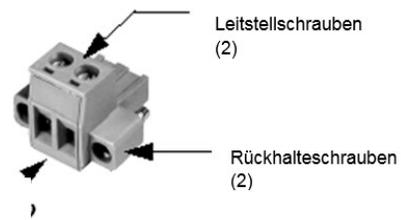

Abbildung 4. DC-Stromanschluss
4. **Primärenergie anschließen.** Der Eingangsstrom muss zwischen 10,0 und 30 Vdc betragen und in der Lage sein, mindestens 2,5 Ampere bereitzustellen. Ein Stromanschluss mit Schraubklemmen wird bereitgestellt (siehe *Abbildung 4*). Entfernen Sie die Isolierung an den Drahtspitzen um 6 mm (1/4 Zoll) und stecken Sie sie in die Drahtanschlüsse. Achten Sie darauf, dass Sie auf richtige Polarität, wie nachfolgend dargestellt, achten. Ziehen Sie Verbindungsschrauben fest.